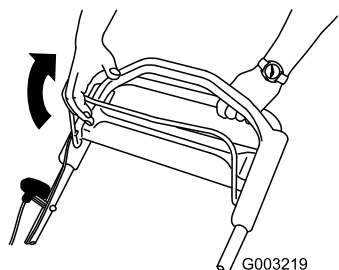

Bild 19
2. Halten Sie den Schaltbügel gegen den Griff gedrückt (Bild 19).